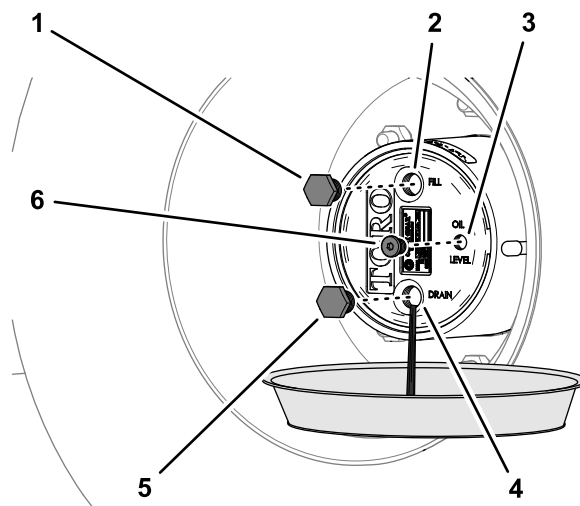

Рисунок 86
2. Установите сливной поддон под узел планетарного редуктора привода, снимите пробку сливного отверстия, пробку заливочного отверстия и дайте маслу полностью стечь (Рисунок 86).